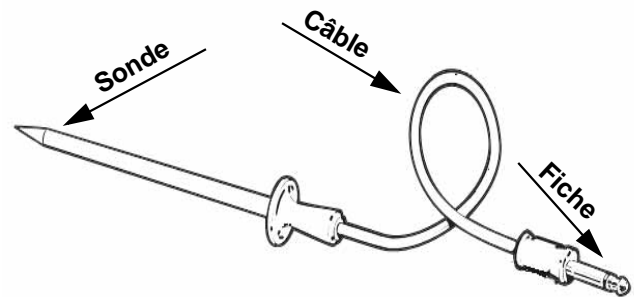

Figure 27 : Sonde thermique
2. Insérez le bout de la fiche dans la prise (voir Figure 27).